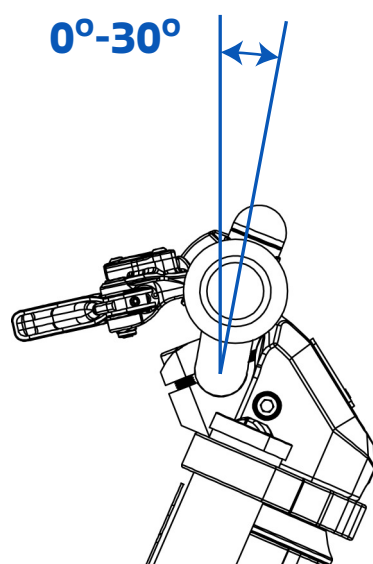

Fig. 5
9. A continuación, debe ajustar el manillar en el ángulo concreto entre 0° y 30° (Fig. 5), con el que se sienta cómodo el piloto. Siempre en contacto con la platina superior. Y fijarlo con los mismos cuatro tornillos Allen M6 (Fig. 5) anteriores, con un par de apriete de 1 Kgf.m.